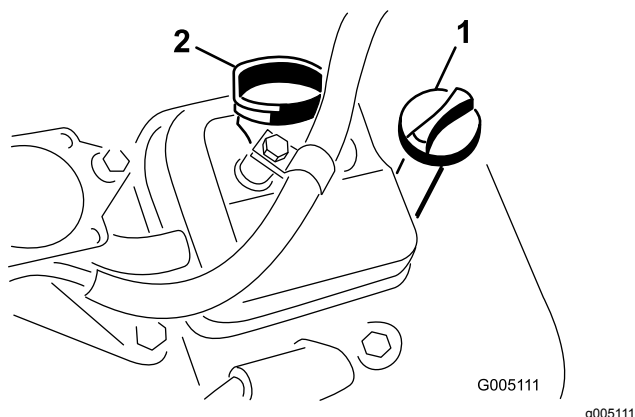

Figure 30
3. Remettez la jauge dans le tube et vissez-la dedans (Figure 30).